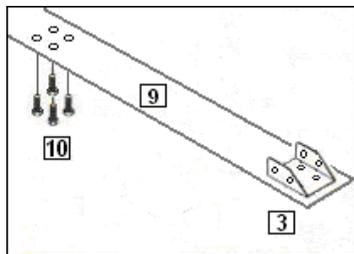

fig. 3
a. Suavemente levante el tensor (9) e inserte cuatro tornillos M5x15 (10), (ref. bolsa 557) en los agujeros que se encuentran más cercanos al centro de la piscina. **Asegúrese de que las cabezas de los tornillos están encaradas hacia el suelo**, fig. 3. Vuelva a situar el tensor sobre el suelo y coloque la placa base (6) encima del tensor con los tornillos por dentro de los agujeros de la placa base. Sitúe la placa inferior (4) sobre la placa base y sobre los tornillos que sobresalen del tensor tal (figura 4). Coloque las tuercas (11) en los tornillos y apriete las tuercas aleatoriamente. Antes de apretar compruebe que la placa base (6) no esta inclinada.